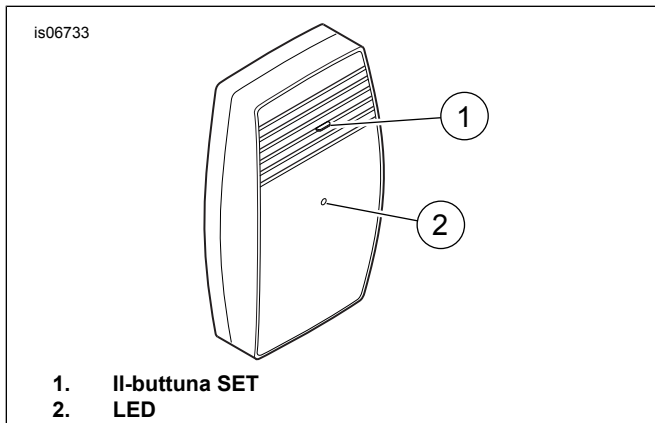

Figura 33. Ir-Riċevitur tal-Apparat li Jiftaħ il-Bieb tal-Garaxx, kif Jidher minn Quddiem
4. Ara Figura 33 . Aghfas u żomm il-buttuna Set (1) fuq ir-riċevitur tal-apparat li jiftaħ il-bieb tal-garaxx ta' Harley-Davidson. L-LED (2) iteptep kontinwament waqt li l-buttuna SET tkun magħfusa.